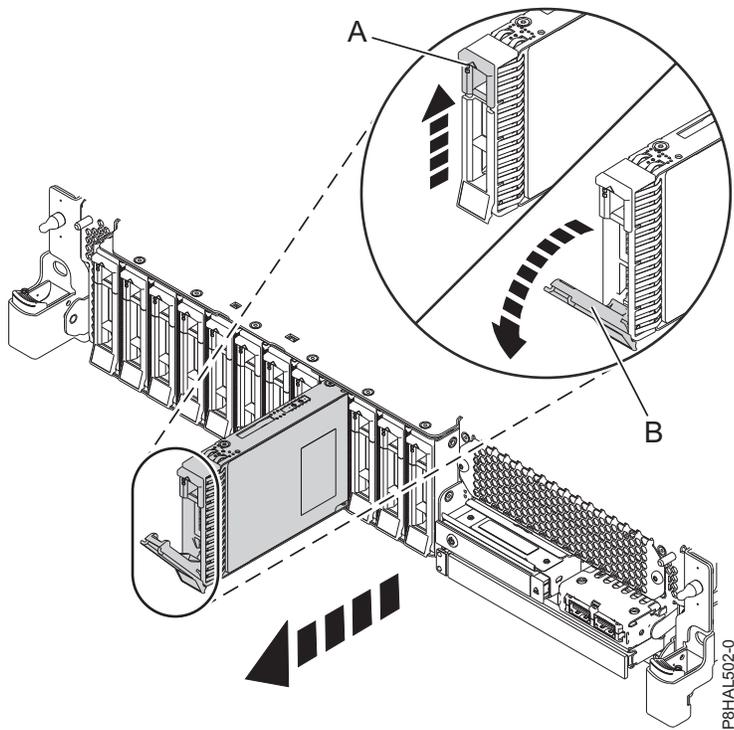
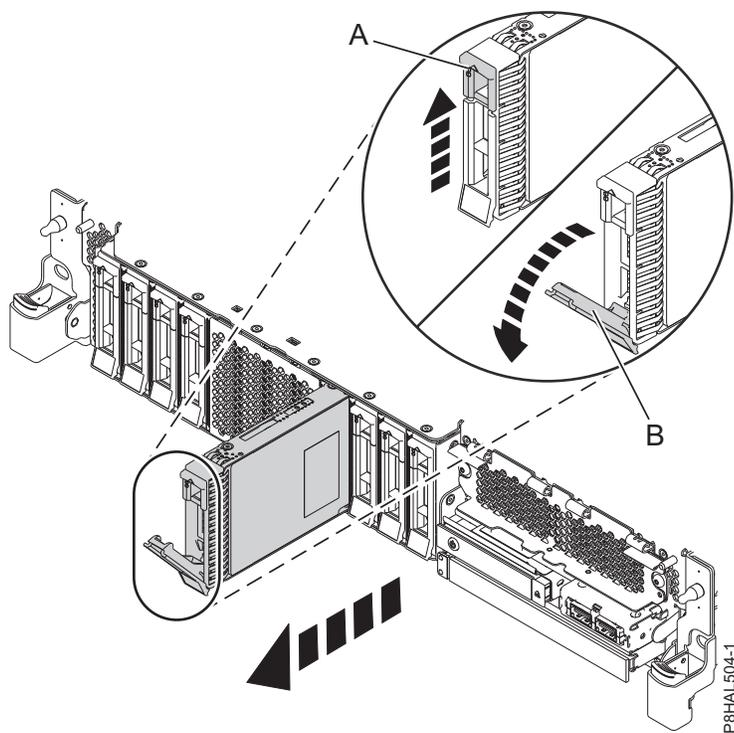

図 62. 基本機能 システムからのディスク・ドライブの取り外し
図 63. 拡張機能 システムからのディスク・ドライブの取り外し
4. 識別 LED が点灯したら、ハンドル・ラッチ (A) を押して、手前に引き、ドライブ・ベイ・ハンドル (B) をアンロックします。 70 ページの図 62 および 70 ページの図 63。 ハンドルが完全に引き出されていないと、ソリッド・ステート・ドライブをスライドさせてシステムから引き出すことができません。